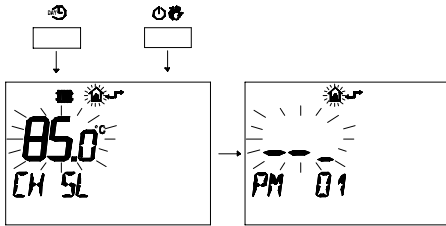

fig. 5.41
- 2 Premere contemporaneamente i pulsanti **ON** e **OFF** per entrare nella programmazione trasparente (fig. 5.41)